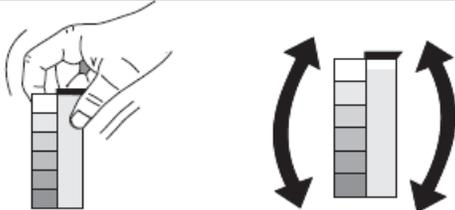

Figura No. 1. Puntos de muestreo.
- La tercera muestra en el chorro más alejado de la red de distribución de agua potable (ver figura No.1).